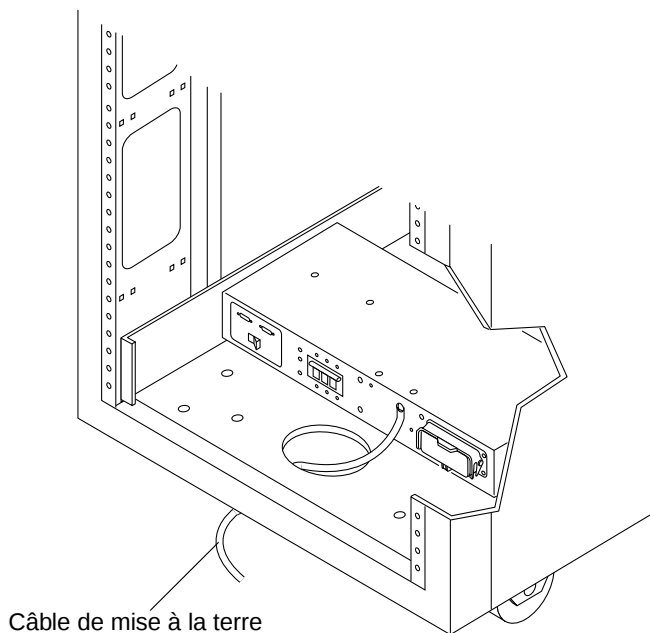

FIGURE 2-12 Fixation du câble de mise à la terre au séquenceur d'alimentation avant
5. Fixez une extrémité du câble de mise à la terre au séquenceur d'alimentation avant sur l'armoire (FIGURE 2-12).